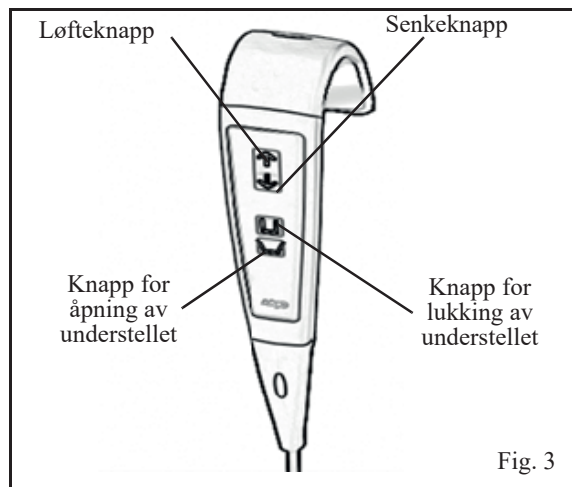

Fig. 3
**Håndkontroll:-** Håndkontrollen er koblet til løfteren med en spiralkabel. Håndkontrollen styrer heving og senking og åpning/lukking av understellsbena. Retningspiler ved siden av knappene viser hver funksjon. (Se Fig 3)